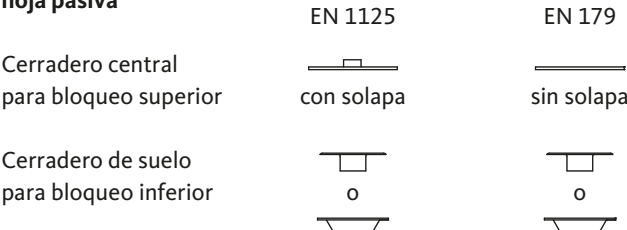

Fig. 2: Contornos admisibles para el cerradero central
- Debido a los diferentes diseños de marco, puede ser posible que desde fábrica no se provea del cerradero o similar apropiados. En este caso el fabricante de la puerta se hace completamente responsable, de acuerdo con el fabricante del herraje, para diseñar e instalar una solución equivalente como se ha solicitado. Ver también contornos de cerraderos aprobados (Fig. 2).
- Fije los dispositivos de cierre (cerraderos/cerradero central) al marco o a la hoja pasiva. Los resbalones-cerros tienen que insertarse en todo momento libremente y sin roce en los dispositivos de cierre. Si es necesario, adapte los contornos de los dispositivos de cierre al estado de la puerta (Fig. 2).